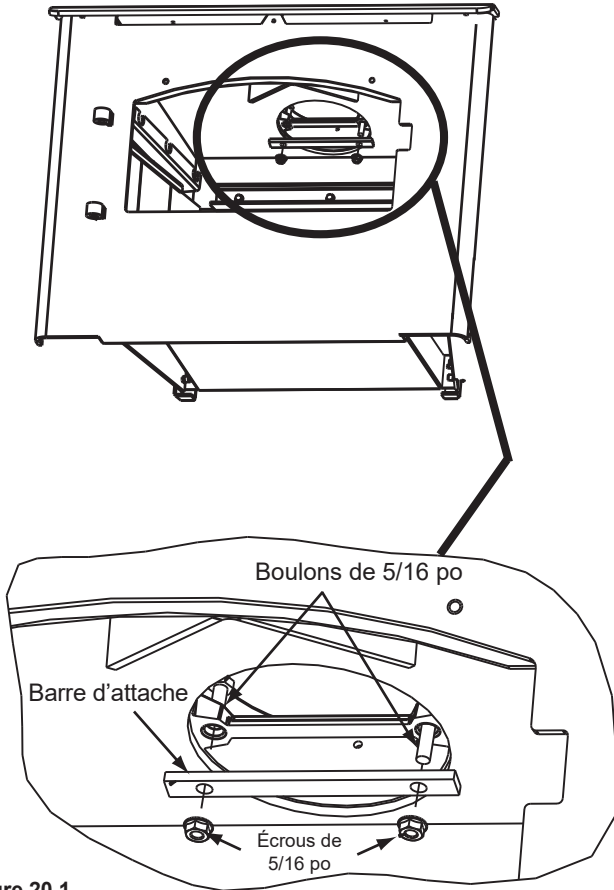

Figure 20.1
1. Une fois l'appareil en place et fixé, retirez l'ensemble du canal des tubes, le panneau du déflecteur et la laine céramique. Atteignez et saisissez la barre de fixation à travers l'ouverture de la cheminée et tirez-la vers le bas à l'intérieur de l'ouverture de la cheminée (**Figure 20.1**).